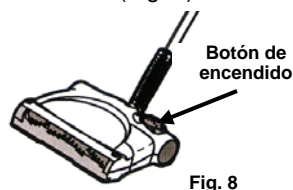

Fig. 8
2. Presione el botón de encendido para hacer funcionar la unidad. Para apagarla, presione nuevamente el botón. (Fig. 8)
- Push the On/Off switch to operate the unit. To turn off, press switch again. (Fig. 8)